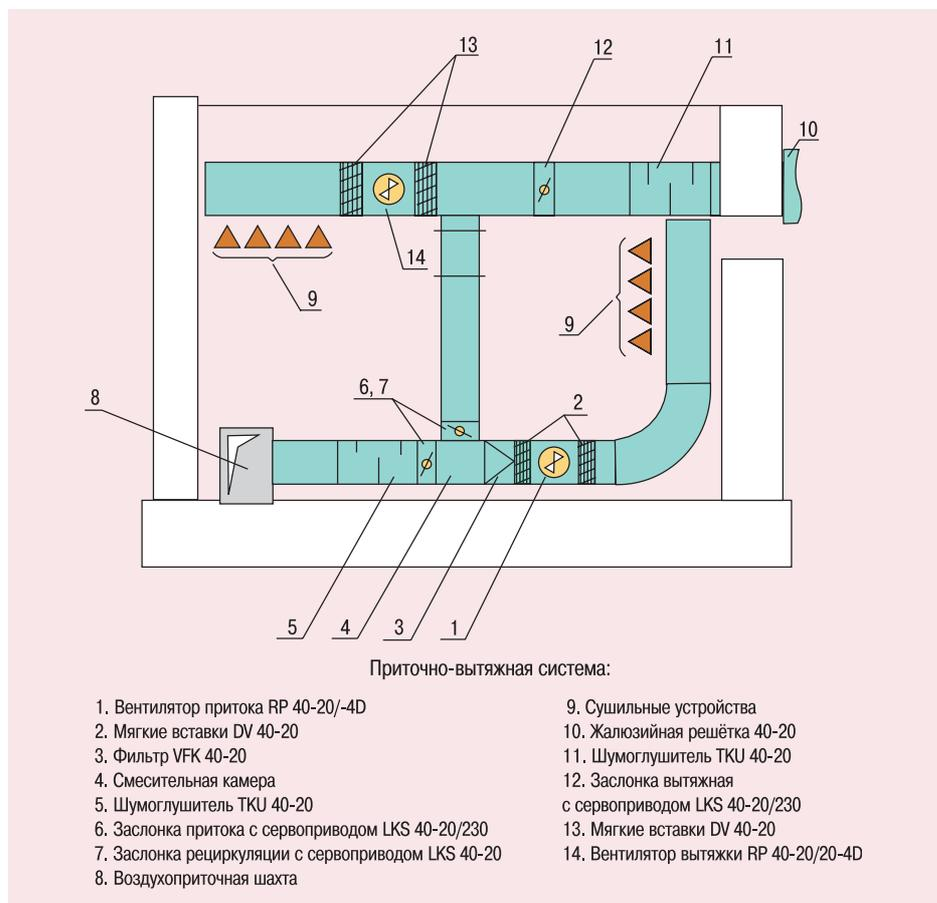

Рис. 1. Приточно-вытяжная система вентиляции
3. Применить схему автоматизации вентиляционной системы с использованием температур наружного и рециркуляционного воздуха (см. рис. 1).